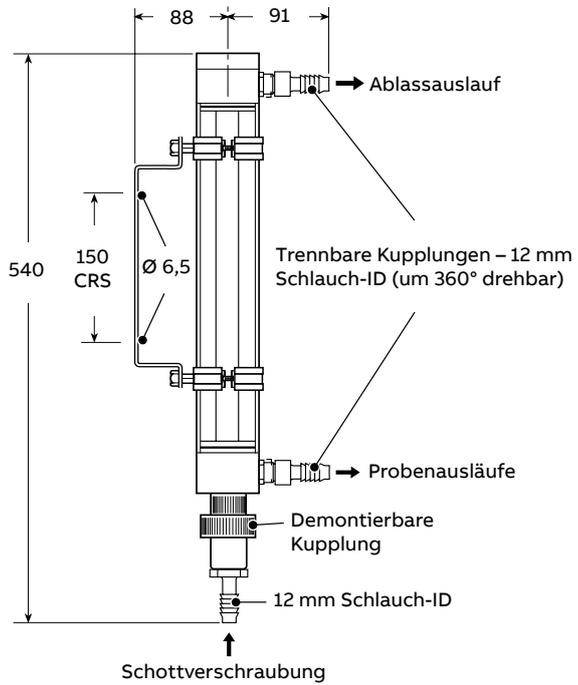

**Abbildung 4 Serie 4690 – Lage des Probenauslassanschlusses**
- 3 Schließen Sie den Probenauslassschlauch an. Siehe Abbildung 4.